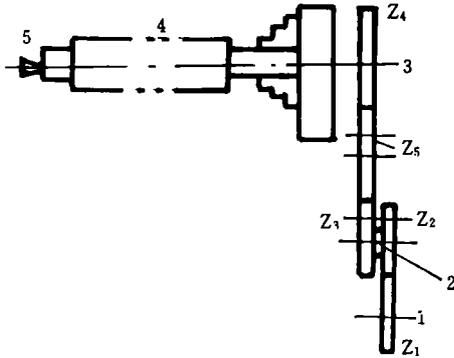

图 2 挂轮分配图
(3) 挂轮的装配如图 2
在 0° 时, 将图 2 的 Z_5 惰轮拿下, 铣好凸轮槽 I 的位置, 然后纵向移动工作台至凸轮槽 II 的位置, 移动距离 $S = 69 \text{ mm} - 10 \text{ mm} - 18 \text{ mm} = 41 \text{ mm}$ 铣好凸轮 II 的位置, 返回到 I 位置, 用手摇分度头旋转 60° , 铣好 $0^\circ \sim 60^\circ$ 的凸轮槽。
在 120° 时, 将图 2 的 Z_5 惰轮拿下, 通过手摇分度头旋转 120° , 铣好 $120^\circ \sim 240^\circ$ 凸轮槽。
在 240° , 重新按图 2 位次序, 将 Z_1, Z_2, Z_3, Z_4 齿轮装配, 使工作台反向移动, 铣削好 $240^\circ \sim 300^\circ$ 的凸轮槽。